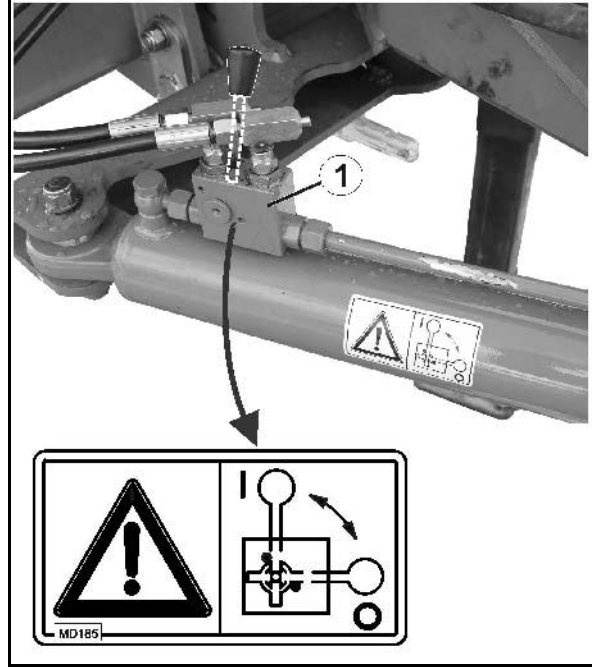

Fig. 61
4. Direksiyon şaftını kesme vanasını (Fig. 61/1) kapatarak 0 pozisyonunda emniyete alınız.